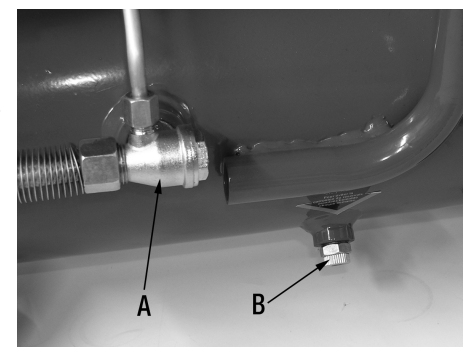

FIGURE 7
**SOUPAPE DE RETENUE (A) FIG. 7:** Lorsque le compresseur d'air est en marche, la soupape de retenue est "ouverte" et l'air comprimé peut ainsi entrer dans le réservoir d'air. Lorsque le compresseur à air atteint la pression de "déclenchement", la soupape de retenue "se ferme", et la pression d'air peut ainsi demeurer à l'intérieur du réservoir d'air.
**SOUPAPE DE VIDANGER (B) FIG.7:** La soupape de vidanger est située à la base de réservoir d'air inférieur et sert à vider la condensation au terme de chaque usage.